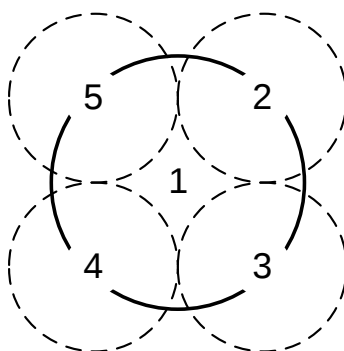

Рисунок 2 – Схема расположения прибора при проведении измерений
Сместите условный центр прибора относительно первого измерения на 5...7 см по диагонали в положение «2 часа» (см. рис. 2). Проведите 2-е измерение (коснитесь кнопки измерений и отойдите от прибора на один шаг). Через 3 - 4 секунды, после завершения измерения, на дисплее появится значение плотности « **ρ_2** » и температуры « **T** » во второй точке измерения.
Затем проведите ещё 3 измерения, переставляя прибор в положения «4 часа», «8 часов» и «10 часов» (точки 3, 4 и 5 на рис. 2).
- сместите условный центр прибора, ориентируясь по нарисованной окружности, на 5...7 см по диагонали в положение «2 часа» (см. рис. 2) и проведите измерения плотности « **ρ_2** »;
- сместите условный центр прибора, ориентируясь по нарисованной окружности, на 5...7 см по диагонали в положение «2 часа» (см. рис. 2) и проведите измерения плотности **«U₂»**;